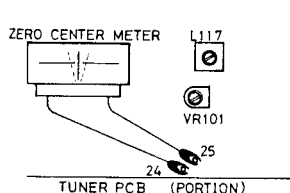

Fig. 2
4. Repeat steps 2 and 3 until no further improvement is noticed. (Fig. 2)
Receive 90MHz (90.1MHz) (2 to 5 μ V) from the FM signal generator. Verify that the output disappears when the muting switch is set to ON. Then increase the antenna input level to 20 μ V and adjust the potentiometer VR101 so that the output just appears. Reduce the antenna input level once, and gradually increase it up to 20 μ V, at which level the signal output should appear (Fig. 2).
4. Répéter les opérations des points 2 et 3 jusqu'à ce qu'il ne soit plus observé d'amélioration. (Fig. 2)
Appliquer un signal 90MHz (90,1MHz) (2 à 5 μ V) à l'aide du générateur de signaux MF. Vérifier que la sortie disparaît lorsque le commutateur d'amortissement est amené sur la position ON. Augmenter ensuite le niveau d'entrée sur antenne à 20 μ V et ajuster le potentiomètre VR101 de façon à ce que la sortie apparaisse tout juste. Réduire rapidement le niveau d'entrée sur l'antenne et l'augmenter progressivement jusqu'à 20 μ V, niveau auquel la sortie du signal doit alors apparaître. (Fig. 2)